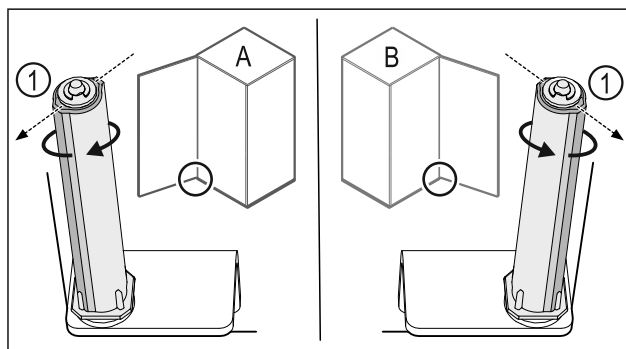

Fig. 23 Levo omejilo (A) / desno omejilo (B)
- ▶ Obrnite zaporni sistem proti uporu, dokler ni mostiček zapornega sistema Fig. 23 (1) obrnjen navzven.